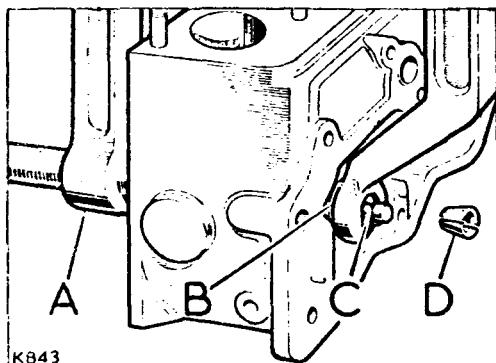

Fig. A4-78.- Desmontaje de válvulas.
- 2.1.- Utilizando el desmontaválvulas (A) (Fig. A4-78), extraer el conjunto de la válvula, muelle (B) y fiador (D) Mantener las piezas desmontadas por conjuntos.